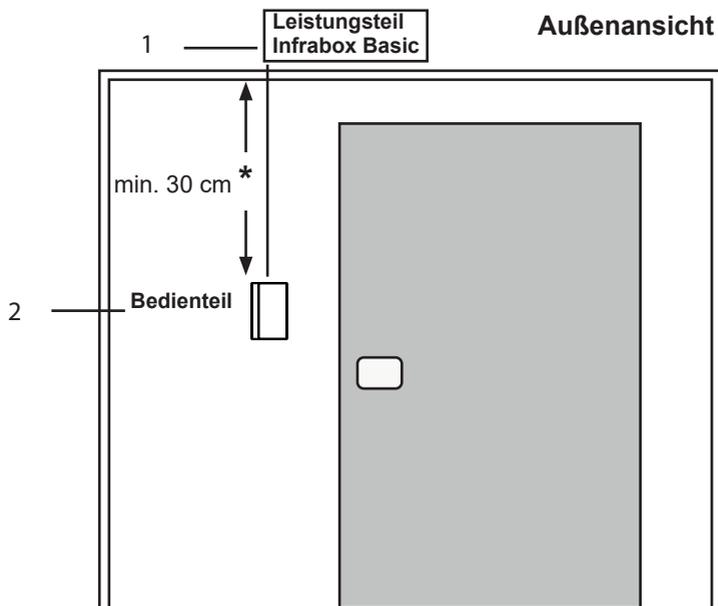

Abb.2 Position Bedienteil
Das Bedienteil 2 der Infrarotsteuerung wird an der Kabinen-Außenwand im maximalen Abstand von 10 Metern zum Leistungsteil 1 montiert (siehe Abb. 2). Für die Montage wird beispielsweise eine handelsübliche Stichsäge benötigt um die Ausnehmung für das Bedienteil zu schneiden. Das Bedienteil kann sowohl in der Kabine als auch außerhalb der Kabine montiert werden.
*Bei Montage innerhalb einer Saunakabine ist ein Mindestabstand von 30 cm zur Kabinendecke einzuhalten (siehe Abb.2 Position Bedienteil auf Seite 12).